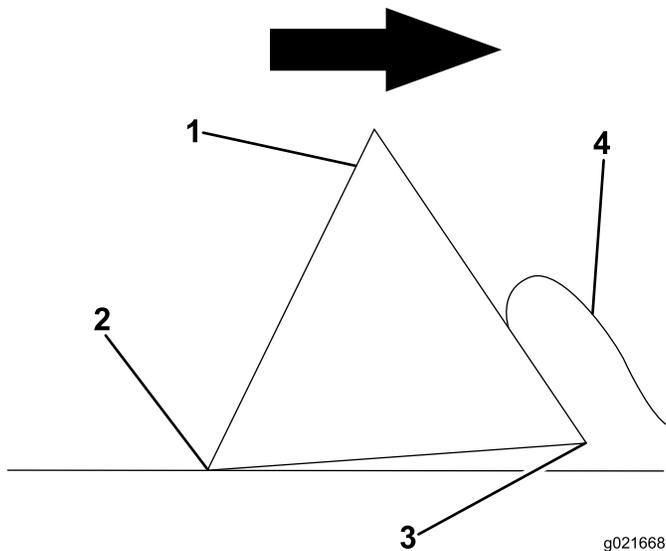

Figura 22
5. Arrastre la regla por el hormigón con un movimiento lento y continuo, caminando hacia atrás. Levante el borde delantero de la regla para permitir la compactación; consulte Figura 22.
6. Deje que se acumulen unos 2.5 cm (1 pulgada) de hormigón delante de la regla; consulte Figura 22. Esto es muy importante ya que mantiene el borde trasero a nivel de rasante.